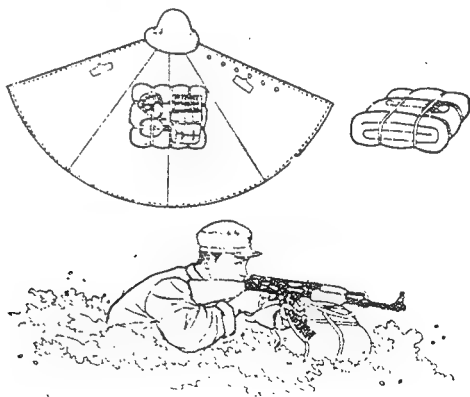

图 5
1. 雨衣浮包。做法：将雨衣或雨布(塑料布)摊开，胶面着地，解下背包带并把背包放在雨衣中，再将鞋袜、挎包等物均匀地放在中间，使重量平衡分布，然后进行包扎。包扎时，先叠雨衣的头盖部分，后向前卷成条状，再把两旁多余的部分叠在背包上部，并用背包带扎紧，最后将小圆锹插在背包底部的带子里面(图5)。其浮力约10—15公斤。